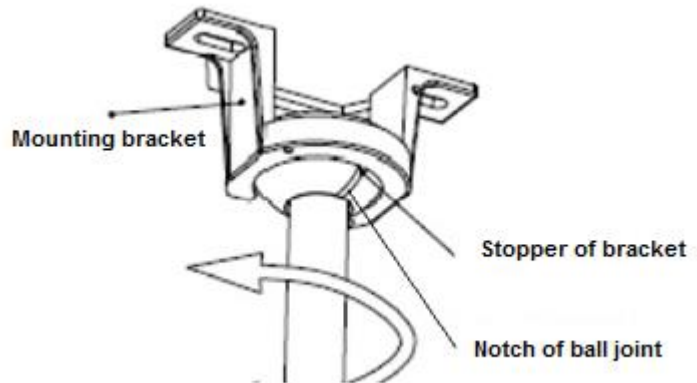

Fig. 5
- Επιβεβαιώστε ότι η εγκοπή της σφαιρικής αρθρώσεως είναι ευθυγραμμισμένη πάνω στο 'stopper' του βραχίονα στήριξης αποτρέποντας την περιστροφή της. Fig. 5